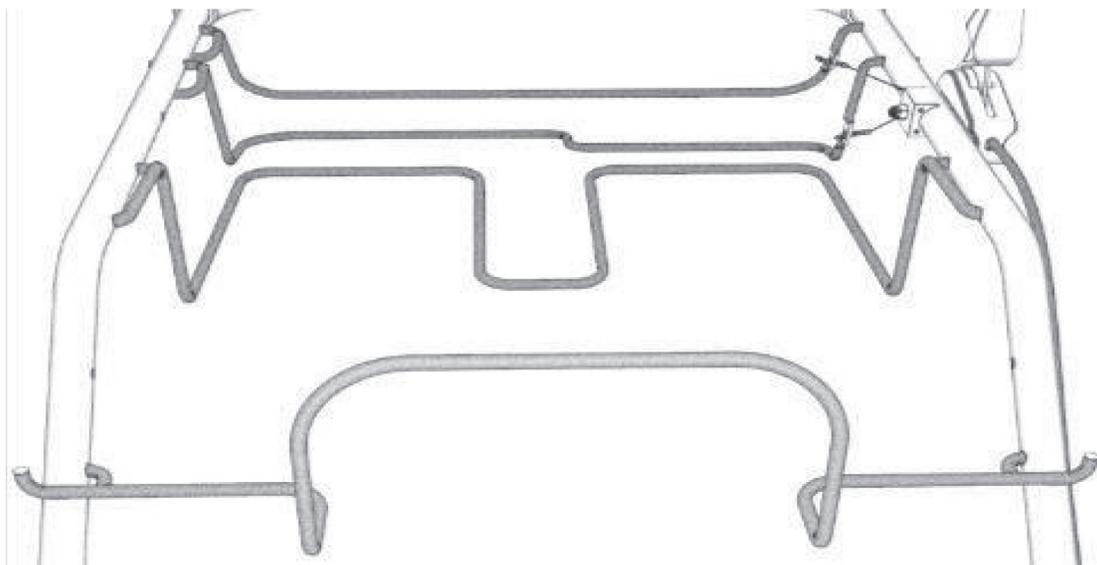

Рис. 12
- Вставьте левый и правый концы кронштейна для шланга в соответствующие два отверстия на верхней части рукоятки (рис.12).